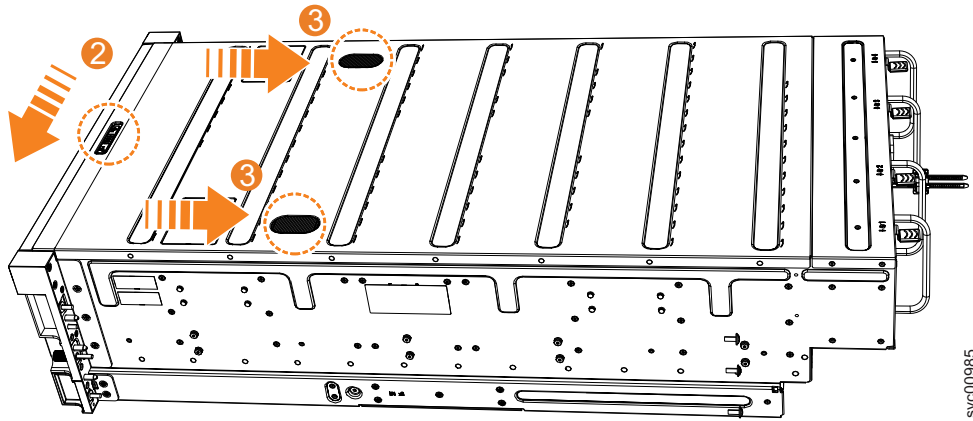

图 79. 重新安装 2145-92F 顶盖
2. 将外盖释放杆推入第 82 页的图 79 中所示的那一侧 (**2**)。
3. 将外盖滑向机柜后部 (**3**)，直至滑不动为止，如第 82 页的图 79 中所示。